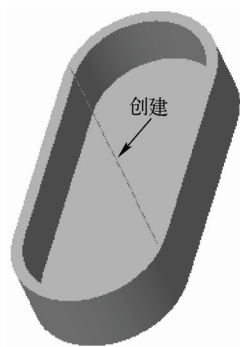

图 5-35 通过两点创建基准轴
STEP 04 单击“确定”按钮，此时系统自动将创建的基准轴命名为 A_1，在绘图区的空白位置单击鼠标左键，即可通过两点创建基准轴，效果如图 5-35 所示。